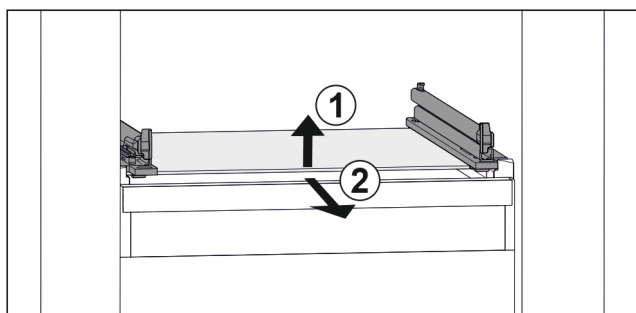

Fig. 116 Příklad znázornění skleněné desky
- ▶ Nadzvedněte skleněnou desku vpředu. Fig. 116 (1)
- ▶ Vyjměte skleněnou desku dopředu. Fig. 116 (2)